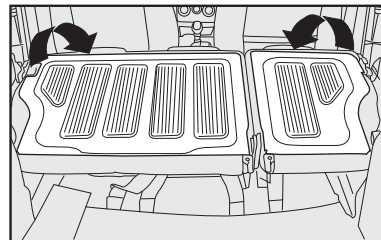

fig. 98
**5)** Rebater para a frente o encosto, passando os cintos pelos lados, até que este se apoie sobre o assento traseiro **fig. 98**.